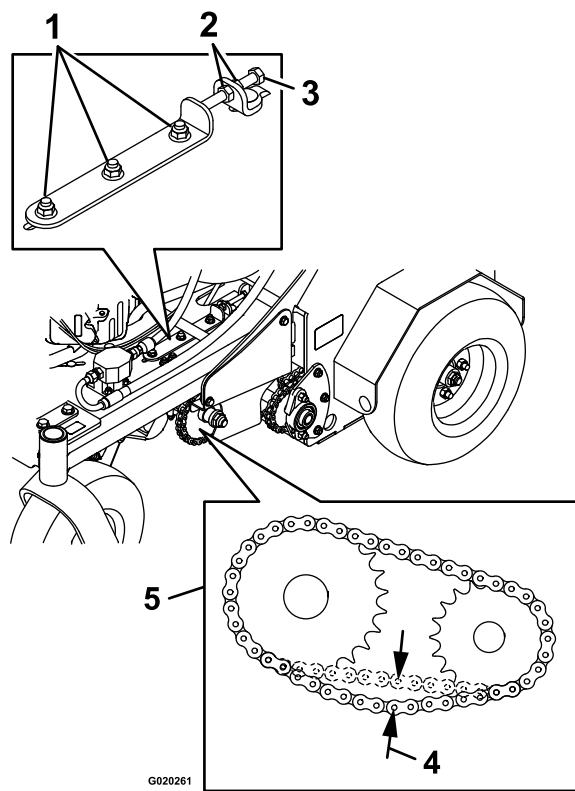

Figure 44
4. De chaque côté de la machine, desserrez les 3 écrous et boulons qui fixent le support de transmission et la plaque de tendeur, ainsi que les 2 écrous qui fixent le boulon de réglage sur la plaque de tendeur, comme montré à la Figure 44.